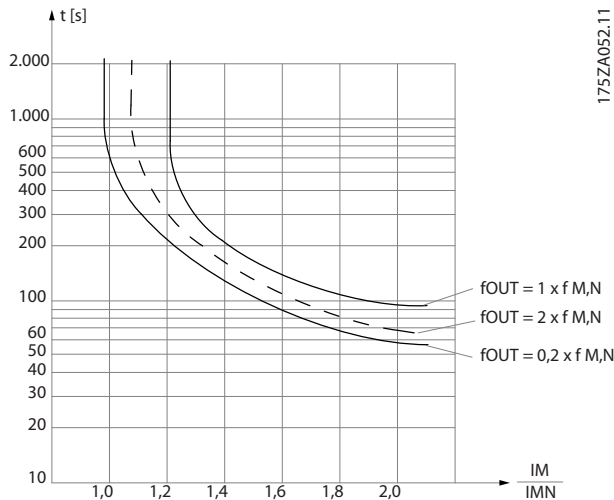

Abbildung 3.22 Eigenschaften des elektronischen Thermorelais
- Das elektronischen Thermorelais (ETR) für Asynchronmotoren simuliert anhand interner Messungen ein Bimetallrelais. Das ETR misst den aktuellen Strom, die aktuelle Drehzahl und Zeit zur Berechnung der Motortemperatur und schützt den Motor vor Überhitzung, indem das System eine Warnmeldung ausgibt oder die Stromzufuhr des Motors unterbricht. Die Eigenschaften des ETR werden in *Abbildung 3.22* dargestellt.